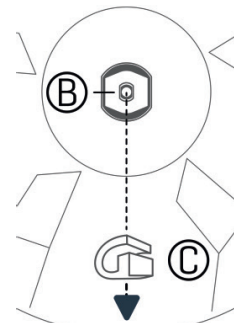

Figura 3
- 1 Atornille el apoyo del plato (D) sobre el brazo del plato de 8 mm (F).
- 2 Coloque el plato (C) en el apoyo del plato (D) seguido del bloqueo giratorio (B).
- 3 Oriente el bloqueo giratorio (B) en el molde del plato como se muestra en la *Figura 3*